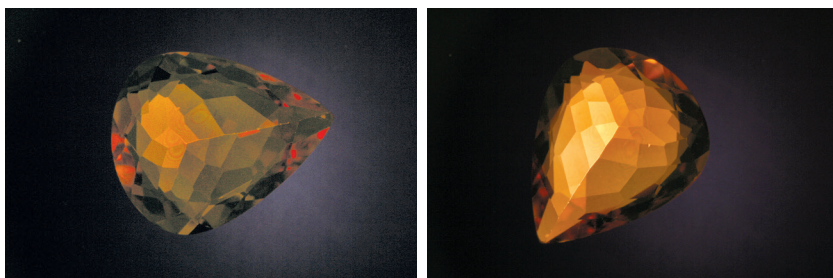

Figure 1. À gauche, la gemme est sombre, mais s'éclaircit à mesure que l'on tourne la pierre (à droite).
Réfraction double (DR) ou réfraction double anormale (ADR) : Si la pierre passe du sombre au clair tous les 90° (voir la figure 1), cela indique que la pierre est à réfraction double ou que c'est une pierre à réfraction unique qui présente une réfraction double anormale. Pour confirmer que la pierre est à réfraction double, faites pivoter la pierre jusqu'à sa position la plus claire puis tournez l'analyseur de la position sombre à claire. Si la pierre ne change pas d'aspect ou apparaît plus foncée lorsque vous tournez l'analyseur, elle est à réfraction double. Si la pierre s'éclaircit à mesure que l'on tourne l'analyseur, il s'agit d'une pierre à réfraction unique à forte contrainte interne présentant une réfraction double anormale.